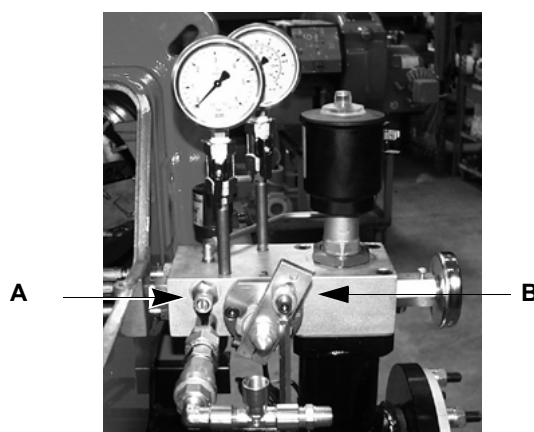

Рис. 16
- Снять и почистить регулятор сжатого воздуха, **A** на Рис. 16.
Снять и почистить регулятор мазутного топлива, **B** на Рис. 16.